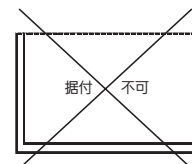

図18
①有効吸込面積[St]が必要吸込面積[Sr]より大きい。
②隣り合う2面の面積(S12, S23, S34, S41)の中で、最小の値が[Sr]の25%以上あること。(図18, 19参照)